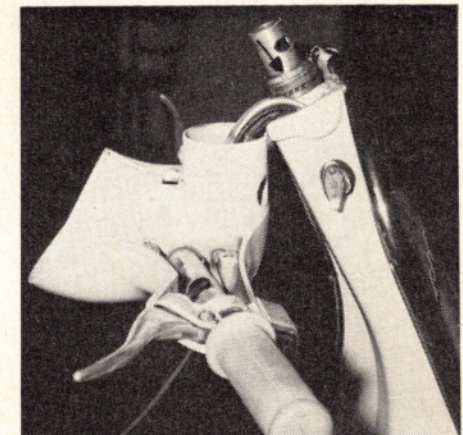

Bild 9: Lenker von der Lenksäule abgezogen und zurückgeklappt, Pfeil zeigt auf Konterring, unter dem Nasenscheibe liegt.
4. Lenker unter Drehbewegungen abziehen und zurückklappen (alle Seilzüge und Kabel bleiben unbeschädigt hängen, s. Bild 9).
5. Lenkungslager nun nachstellen, wenn erforderlich Oberschale nach Lockern des Konterrrings (s. Bild 9) mittels Dorn, Spiel prüfen und Konterring festziehen.
2. Konterring am oberen Lenkungslager (s. Bild 9) abschrauben, Nasenscheibe abnehmen und oberen Lagerring abschrauben, Haltering mit Lagerkugeln abnehmen (Lenksäule bei diesen Arbeiten festhalten). Bei älteren Typen über 125 ccm Lenkungslagersätze teilweise noch ohne Kugelhalterring, also Kugeln lose in Fett eingelegt.